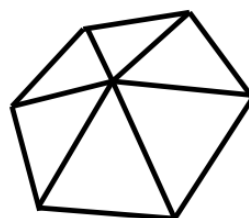

図3
- (5)図3のように、6個の万華鏡を組み合わせたとてもきれいです。